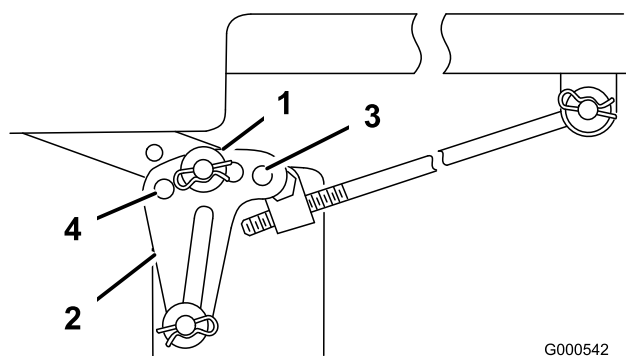
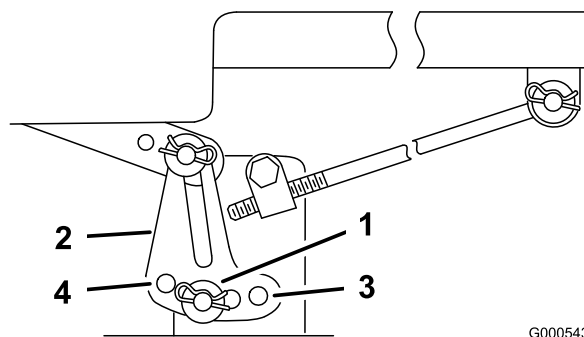

Figure 43
Figure 44
6. Enlevez la goupille fendue et la rondelle de l'une des pattes de mise à niveau (Figure 43).
7. Pour mettre les lames de niveau, fixez les pattes de mise à niveau dans un autre trou à l'aide de la rondelle et de la goupille fendue (Figure 43 et Figure 44). Utilisez un trou plus en avant pour réduire la hauteur de la lame, ou un trou plus en arrière pour l'augmenter. Réglez les deux côtés selon les besoins.